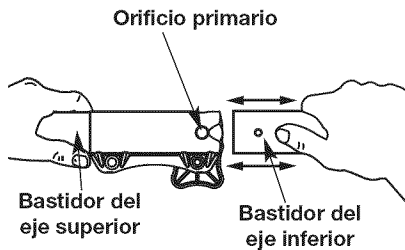

Fig. 10
3. A la vez que sujeta la caja del eje superior, tire del accesorio de corte o cualquier otro accesorio recto hacia afuera del acoplador Convertible™ (Fig. 10).
PRECAUCIÓN: Antes de operar esta unidad, cerciúrese de que el botón de liberación esté completamente encajado en el orificio principal (Fig. 10) y de que la perilla de ajuste (Fig. 11) esté firmemente apretada.
2. A la vez que sostiene firmemente el accesorio de corte u otro accesorio, empujelo derecho hacia el interior del acoplador Convertible™ hasta que el botón de desconexión encaje sólidamente en el orificio principal (Fig. 10).